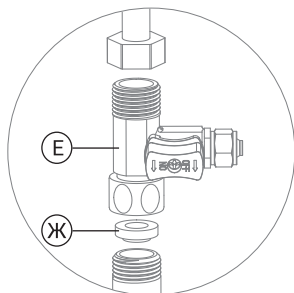

Рис. 12
1. Установите адаптер-вентиль (Е) между магистралью холодной воды и гибкой подводкой вашего смесителя. Уплотните соединение адаптера-вентили с магистралью при помощи поставляемого в комплекте уплотнительного кольца (Ж) (рис. 12).